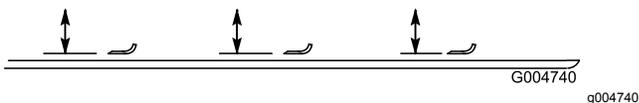

Figure 111
2. Tournez la lame dans le sens longitudinal et mesurez la distance entre l'intérieur du plateau de coupe et le tranchant à l'avant de la lame (Figure 111).